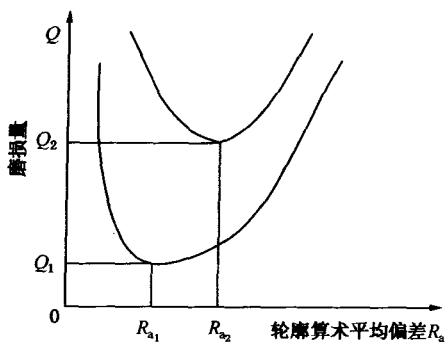

图 1-2 磨损量与轮廓算术平均偏差关系曲线
(3) 零件表面加工质量对磨损的影响。零件表面的加工质量越高，即不平度越小，一般来说对提高耐磨性是有利的，但是过于光滑的表面不一定具有最好的耐磨性，因为表面过于光滑，使润滑油不能形成均匀的油膜(形成球状油滴)，反而使耐磨性变坏。如图 1-2 所示，它表示零件的最小磨损量不是在最光滑时得到，而是在不同负荷下，当轮廓算术平均偏差为最适宜的 R_{a_1} 和 R_{a_2} 时才能得到最小的磨损量 Q_1 和 Q_2 。